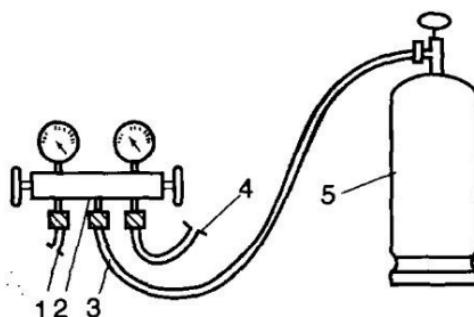

Рис. 111. Присоединение манометрового коллектора к баллону с хладагентом:
7.1.7. Отсоединяют центральный шланг манометрового коллектора от вакуумного насоса и присоединяют его к баллону с хладагентом (рис. 111).
9.1.7. Отсоединяют центральный шланг от вакуумного насоса и присоединяют его к баллону с соответствующим хладагентом (см. рис. 111). Это может быть зарядный баллон с требуемым количеством хладагента или большой баллон, установленный на точных весах.